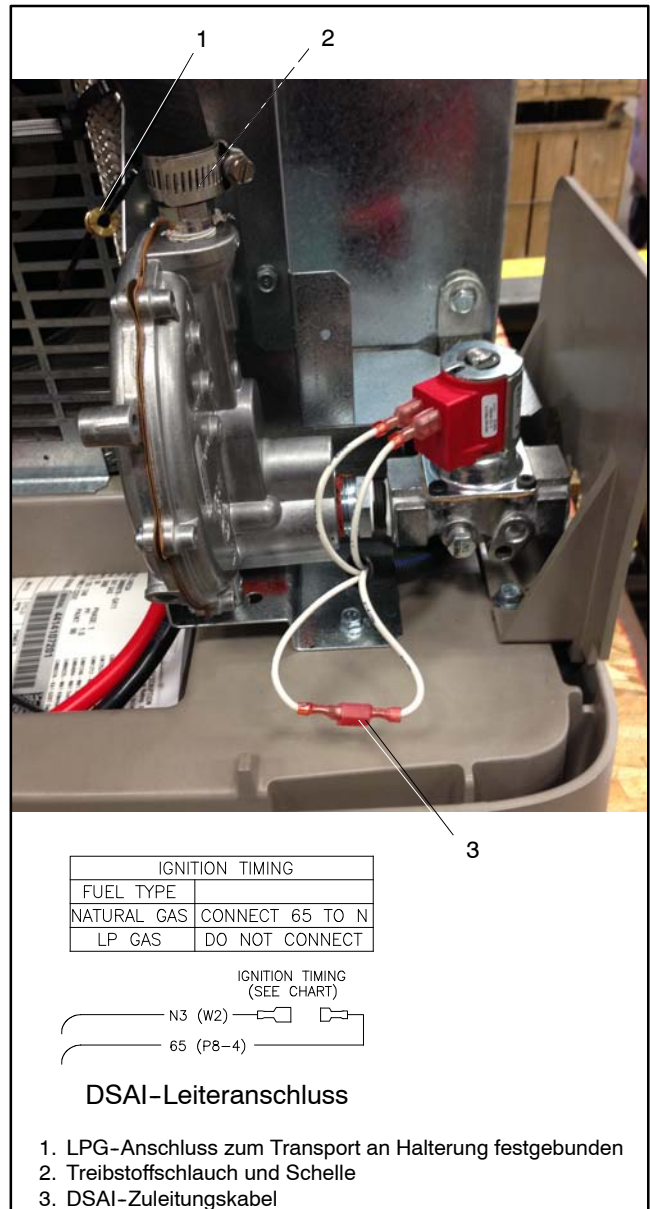

Abbildung 1-11 Treibstoffsystem, Lieferzustand (Modell 14RESA/RESAL erzeugt nach dem 26. Juni 2014)
Stromerzeugermodell 14RESA/RESAL, die ab 26. Juni 2014 erzeugt wurden, verfügen nicht über einen Treibstoffblock. Bei diesen Aggregaten sind Treibstofföffnungsanschlüsse in den Schlauchanschlüssen am Treibstoffregler angebracht. Siehe Abbildung 1-11. Für die Treibstoffumstellung die Anweisungen in diesem Abschnitt verwenden.
Das Aggregat wird gewöhnlich für Erdgasbetrieb ausgeliefert, wobei die Flüssiggasanschlüsse nahe des Treibstoff-Magnetventils festgebunden ist. Bei der Umstellung auf Flüssiggas müssen der Erdgasanschluss entfernt und der Flüssiggasanschluss eingebaut werden, wie unten beschrieben. Die Anordnung der Komponenten der Treibstoffanlage ist in Abbildung 1-11 dargestellt.
5. Die Schlauchschelle und den Treibstoffschlauch vom Schlauchanschluss entfernen. Siehe Abbildung 1-11.
nahe des Treibstoff-Magnetventils. Siehe Abbildung 1-11.